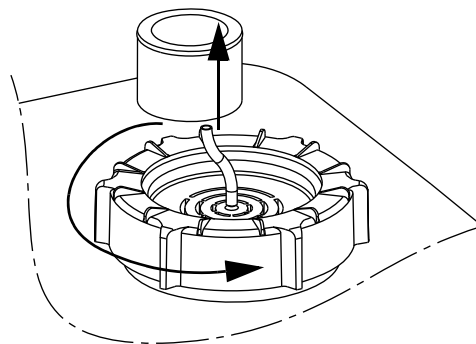

Fig. 19 Démontage du tube de pression
2. Desserrer le bouchon vissé en le tournant dans le sens anti-horaire. Voir fig. 19.